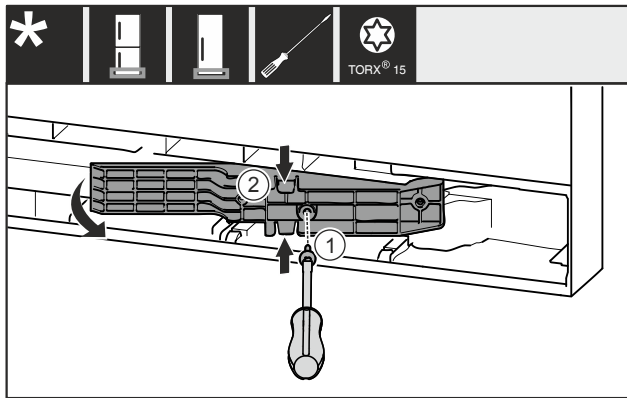

Fig. 20 *
- ▶ 移除螺栓 Fig. 20 (1)。
- ▶ 将上方和下方适配件 Fig. 20 (2)轻轻挤压在一起，然后向前拉出。